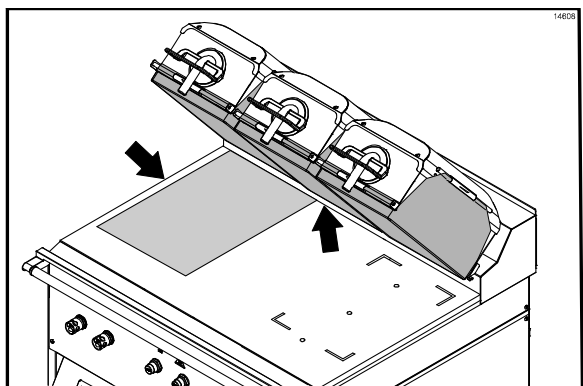

Figura 17
8. Com o lado menor da folha antiaderente inferior voltado para a parte posterior do grill, posicione a folha a aproximadamente 2,5 cm da extremidade de cada lado. Alinhe a borda traseira da folha com a proteção contra respingos e a borda lateral do grill. (Veja a Figura 17.)